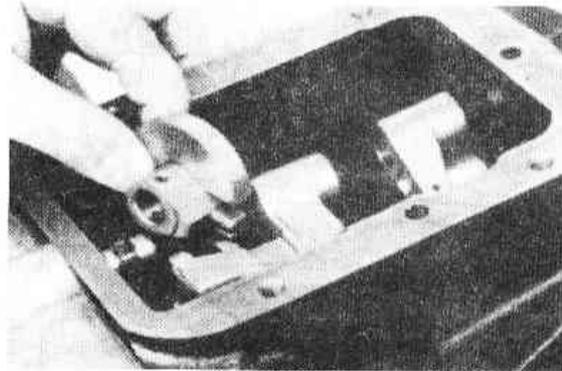

Рис.6.27. Установка рычага выбора передач и зажимной пластины коробки передач типа С (Разд.7)
41. Наденьте зажимную пластину на рычаг переключения передач и установите их на одной линии с отверстием для штока выбора передач (Рис.6.27).